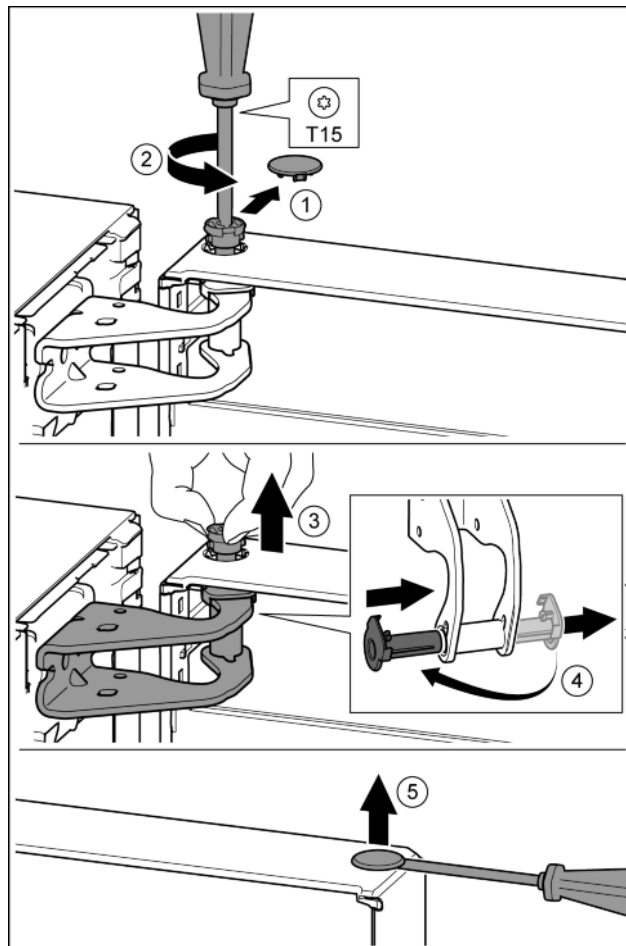

Fig. 13
- ▶ Ostrożnie zdjąć osłonę zabezpieczającą. Fig. 13 (1)
- ▶ Sworzeń wykręcić nieco przy pomocy śrubokręta T15. Fig. 13 (2)
- ▶ Przytrzymać drzwi i wyjąć sworzeń palcami. Fig. 13 (3)
- ▶ Tuleję łożyskową wyjąć z prowadnicy. Założyć z drugiej strony i zazębnić. Fig. 13 (4)
- ▶ Zatyczkę ostrożnie podważyć przy pomocy śrubokręta i wyjąć z tulei łożyskowej drzwi. Fig. 13 (5)